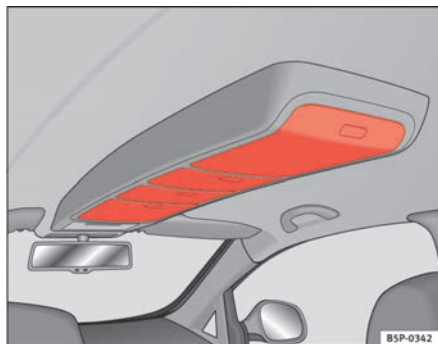

Abb. 104 Ablagen in der Dachkonsole
- Zum Öffnen drücken Sie auf den Taster der Klappe ⇒ Abb. 104. Die Abdeckung öffnet sich selbsttätig.